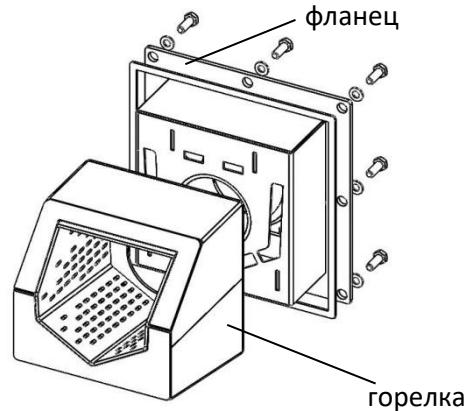

Рис. 30
- 3.2.4** Снять съемную часть горелки и положить дрова в топку котла(см рис. 55, рис. 30.).